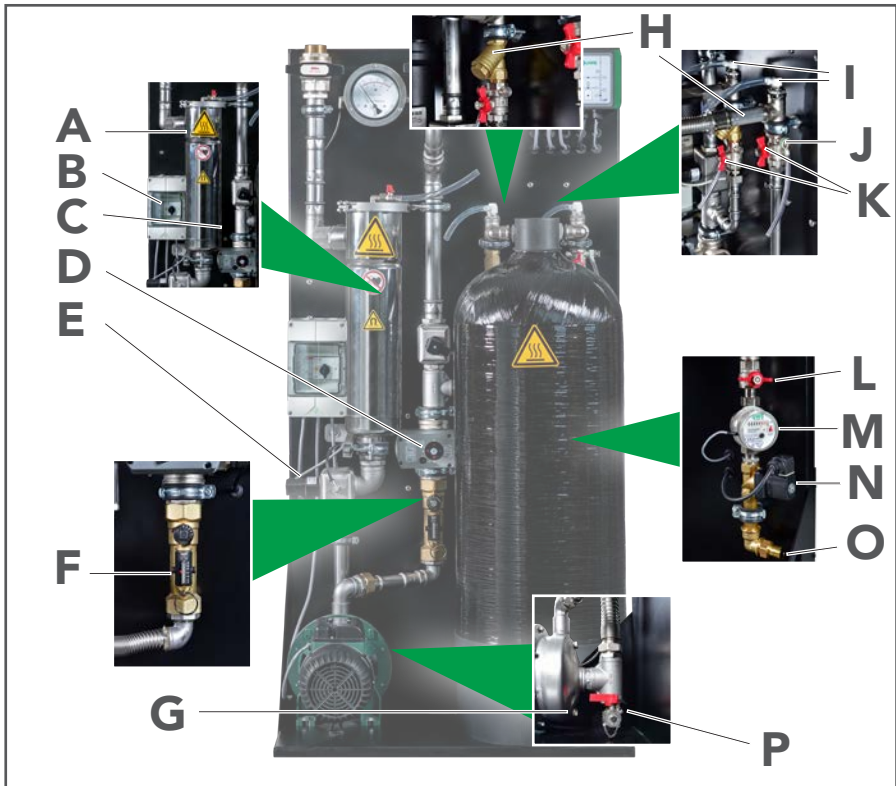

Bild 3-2: Detailansichten
- E Detail, siehe Bild 3-2
- I Detail, siehe Bild 3-2